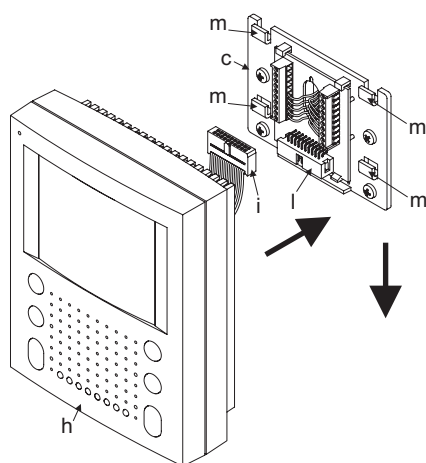
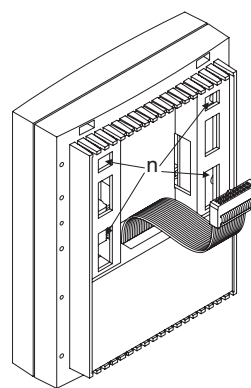

Fig.3
Fig.4
- inserire il connettore "i" del cavo flat che fuoriesce dal retro del videocitofono nel connettore "I" della scheda di connessione (Fig.3),
- avvicinare il videocitofono alla placca di fissaggio facendo corrispondere le aperture "n" (Fig.4) ai ganci "m" (Fig.3) quindi spingere il videocitofono verso il basso fino all'aggancio come suggerito dalle frecce in figura 3.
- Once the wires are connected, hook the videophone "h" to the Mounting plate "c" as shown in Fig. 3.
- Place the videophone "h" against the 4 hooks "m" on the mounting plate "c" (in line with the 4 openings "n" on the rear side of the videophone Fig. 4) and push down as suggested by the pointers in Fig. 3, the videophone will lock into place;